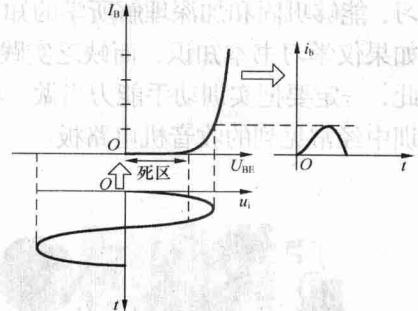

图 1-16 图解分析方法
(1) 掌握电子线路的分析方法。例如，在三极管放大电路中，通过工程分析的方法和图解的方法，分析三极管的工作情况，保证三极管工作在线性区，从而不出现失真，如图 1-16 所示。完成电子线路工作原理的分析后，从图中可以看出由于静态工作点选择得不好，出现了失真，波形少了一半。